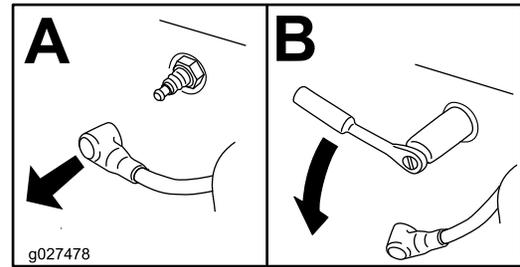

Bild 49
- Nehmen Sie die Zündkerze heraus (Bild 49).